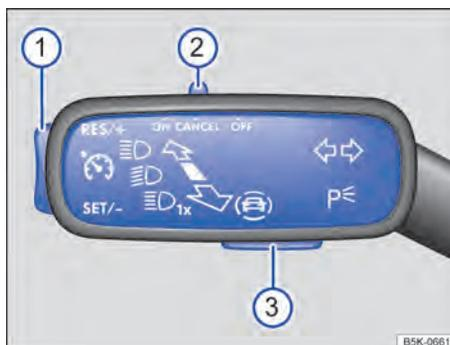

Fig. 113 À esquerda na coluna de direção: interruptores e botões do GRA.
- Empurrar o interruptor → Fig. 113 2 para a posição **ON**.
- Durante a condução, pressionar o botão → Fig. 113 1 na área **SET/-**.
A velocidade salva pode ser ajustada através do botão → Fig. 113 1 enquanto o GRA regula:
Para alterar continuamente a velocidade salva, manter o botão → Fig. 113 1 pressionado. O veículo adapta a velocidade atual acelerando ou reduzindo a velocidade. O veículo não freia ativamente.
- Empurrar o interruptor → Fig. 113 2 para a posição **CANCEL** ou pisar no pedal do freio.
- Pressionar o botão → Fig. 113 1 na área **RES/+**.
- Empurrar o interruptor → Fig. 113 2 para a posição **OFF**.
- Pressionar o botão → Fig. 113 3.